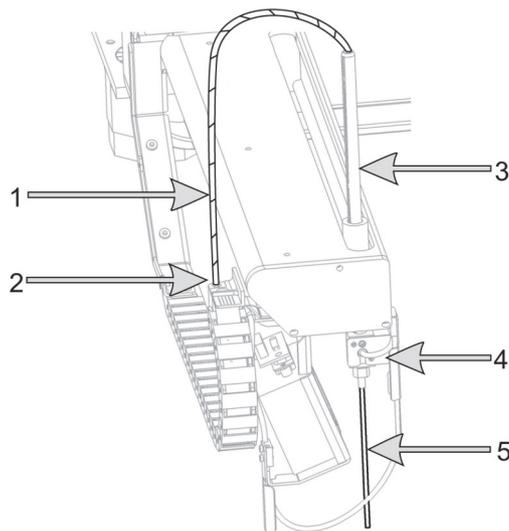

Abbildung 133: Aspirationssondeneinheit:
Ziehen Sie die Schlauchleitung oben vom Aspirationssonden-Rack (Element 3 in Abbildung 133) nicht ab, da sonst die Schlauchleitung von der Spitze abrutschen könnte.
11. Lösen Sie das Anschlussstück des Aspirationssondenschlauchs (Position 2 in Abbildung 133) von der „Kette“ links am Roboterarm ab.
5. Halten Sie die Aspirationssonde weiter unter Zug nach unten fest und ziehen Sie gleichzeitig die Rändelschraube auf der Rückseite des Isolatorblocks (Element 4 in Abbildung 133) fest, bis ein leichter Widerstand zu spüren ist.
6. Schrauben Sie das Anschlussstück des Aspirationssondenschlauchs (Element 2 in **Abbildung 133**) an den „Ketten“-Teil an und ziehen Sie die Schraube mit den Fingern fest. Nicht zu fest anziehen.